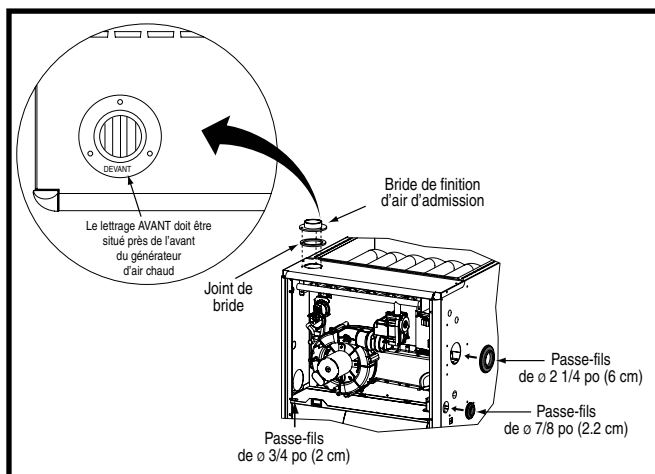
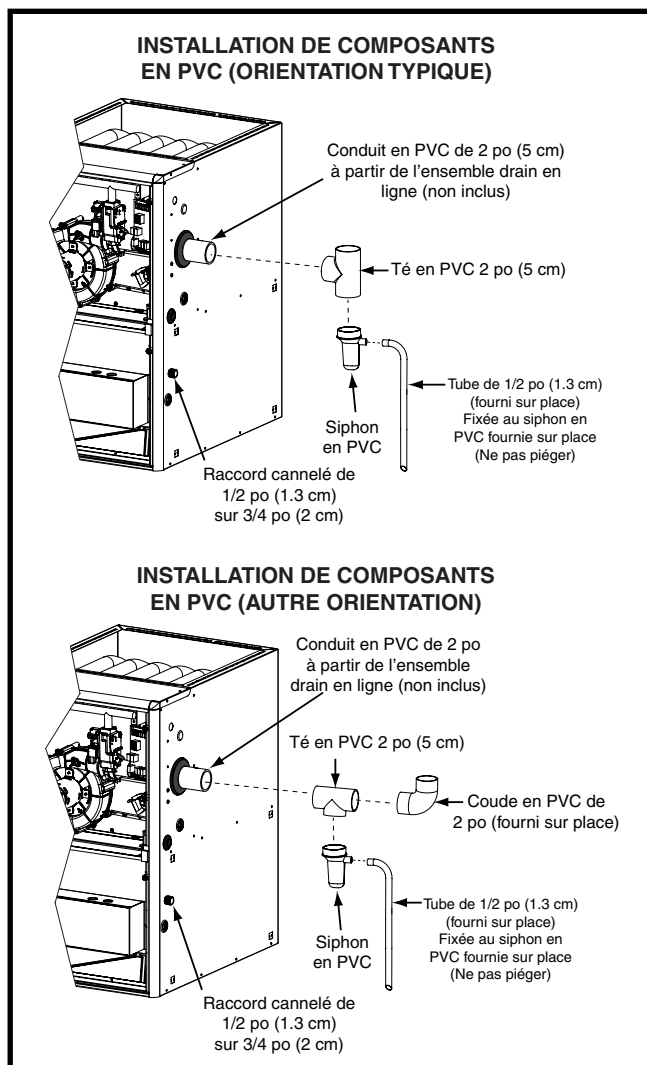

Figure 16. Bride de finition et passe-fils en caoutchouc
Figure 17. Composants en PVC
Les composants illustrés à la Figure 16 (page 18) et à la Figure 17 (page 18) sont inclus dans le sac de pièces supplémentaires fourni avec les générateurs d'air chaud \*TE/\*TN. Selon le type d'installation, certains de ces composants sont facultatifs et peuvent ne pas être utilisés. Veuillez vous reporter aux descriptions et aux figures d'accompagnement pour installer ces éléments.
2. Placer la bride de finition sur le dessus du joint d'étanchéité de bride. **REMARQUE**: S'assurer que la bride est bien orientée de façon à ce que le lettrage AVANT soit situé à proximité de l'avant du générateur d'air chaud, comme indiqué à la Figure 16.
Le passe-fils en caoutchouc de 2 1/4 po (5,7 cm) est utilisé pour assurer l'étanchéité de l'ouverture entre l'armoire du générateur d'air chaud et le conduit d'événement en PVC de 2 po (5 cm). Il faut installer le passe-fils en caoutchouc dans le trou de 3 po (7,6 cm) avant de sortir le conduit d'événement de l'armoire. Aucun produit d'étanchéité n'est requis. Consulter la Figure 16.
- Le conduit en PVC de 2 po (5 cm) illustré à la Figure 17 n'est pas fourni dans le sac de pièces supplémentaires.
Le té et le siphon en PVC de 2 po (5 cm) sont utilisés lorsque l'inducteur est orienté pour faire sortir l'évent du côté gauche ou du côté droit de l'armoire du générateur d'air chaud. Consulter la Figure 17.
1. Installer le té en PVC à la verticale sur le conduit d'évent de 2 po (5 cm) qui sort par le côté de l'armoire. Coller les deux éléments ensemble de façon permanente au moyen de l'apprêt et de la colle appropriés. Se reporter à l'orientation typique illustrée à la Figure 17.
1. Installer le té en PVC à l'horizontale sur le conduit d'évent de 2 po (5 cm) qui sort par le côté de l'armoire. Coller les deux éléments ensemble de façon permanente au moyen de l'apprêt et de la colle appropriés. Se reporter à l'autre orientation illustrée à la Figure 17.